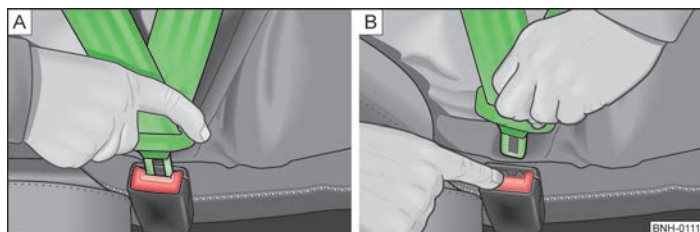

Fig. 99 Colocar y quitar el cinturón de seguridad
- Introducir la lengüeta en el cierre correspondiente al asiento » [fig. 99 - \[A\]](#) hasta que se oiga como encaja.
- Pulsar la tecla roja en el cierre del cinturón » [fig. 99 - \[B\]](#), la lengüeta del cinturón saldrá disparada.